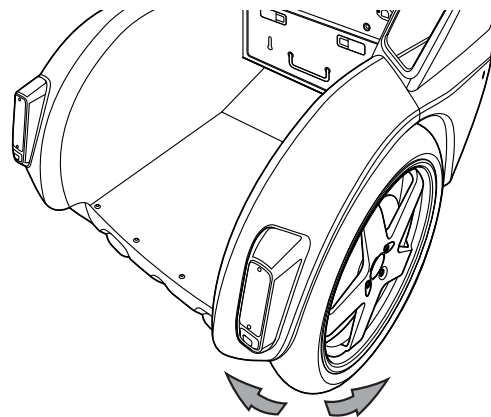

Figura 47: Controllo del traballamento del gruppo pneumatico/ruota
3. Dopo averlo afferrato, scuotere il gruppo pneumatico/ruota lateralmente per stabilire se la ruota traballa (**Figura 47**). Il gruppo pneumatico/ruota non deve presentare movimenti laterali.